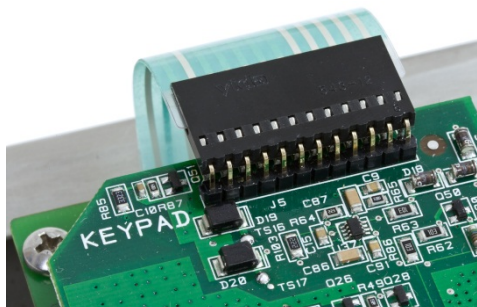

Figura 3-29: Conexão do teclado na placa IND560x-PAB
7. Ligue o cabo do teclado ao novo ponto de conexão da placa IND560x-PAB. Este novo ponto de conexão está indicado pela palavra "KEYPAD" (Teclado) (Figura 3-29).